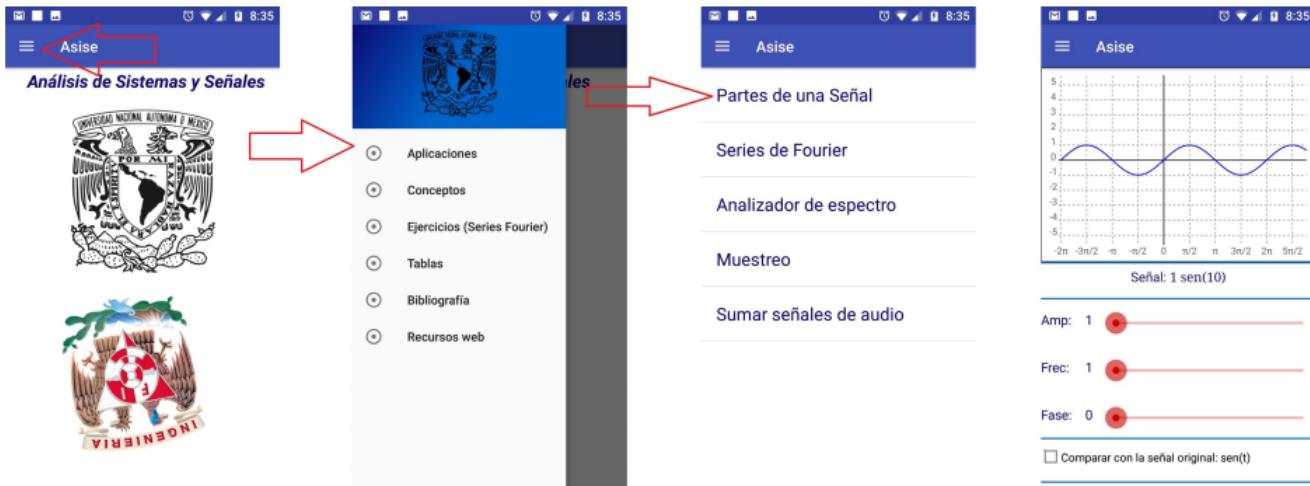

Figura 18. Partes de una señal
4. Abrir la aplicación **Asise**, seleccionar la opción **Aplicaciones** y después **Partes de una señal**, ver Figura 18.